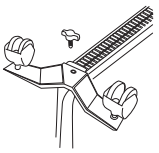

Рис. 6
- Используя стойки и ролики, которые идут в комплекте, установите прибор на полу. (рис. 6)